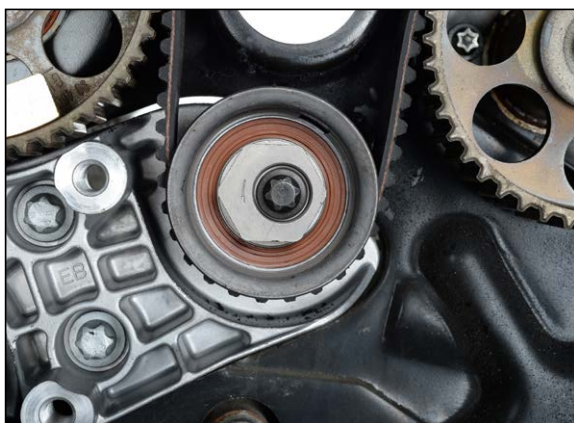
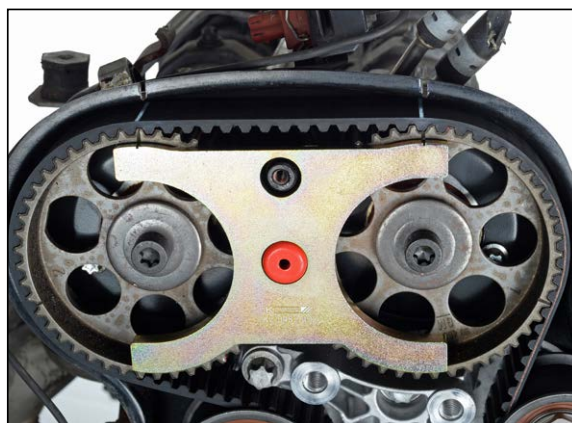

Рис. 21
Рис. 22
11. Поверните эксцентрик верхнего обводного ролика против часовой стрелки с помощью ключа (МКМ-6038) или разводного ключа (Рис. 21) до положения указателя примерно «на 9 часов», при этом метки на шестернях распределительных валов и индикатор установки фаз ОЕ (КМ-800-20) должны совпадать (Рис. 22). Затяните верхний обводной ролик с моментом 40 Н*м.
16. Установите индикатор установки фаз ОЕ (КМ-800-20) на шестерни «1» и «2» распределительных валов. Реперные метки должны находиться напротив рисок на индикаторе ОЕ (КМ-800-20) (Рис. 22). Если совпадения не произошло, повторите шаги, начиная с шага № 11.